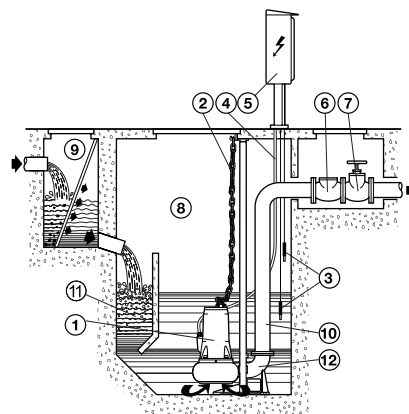

Fig. 6
- fissa con l'elettropompa posizionata sul piede di sostegno bloccato sul fondo del pozzetto o vasca di raccolta (fig. 6).
5.2.2 INSTALLAZIONE FISSA CON AGGANCIAMENTO AUTOMATICO SUL PIEDE DI SOSTEGNO (FIG. 6)
Durante il funzionamento l'elettropompa deve risultare completamente immersa nel liquido pompato. Per le elettropompe sprovviste di interruttore automatico a galleggiante incorporato, si rende necessaria l'installazione di un sistema di controllo a sonde (fig. 6) o a galleggiante o altre apparecchiature che assicurino il minimo livello del liquido e che proteggano l'elettropompa contro la marcia a secco.